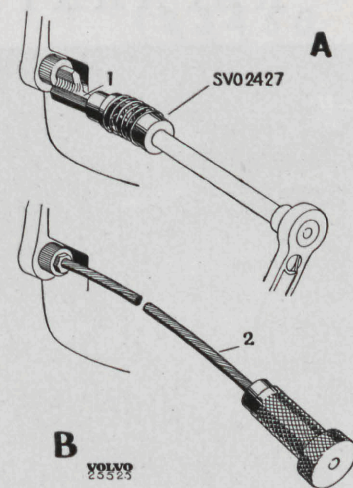

Bild 19. Demontering av växellådsskruvar.
5. Lossa skruvarna, som håller växellådan vid kopplingskåpan, med hjälp av nyckel SVO 2426 (B 16) resp. 2431 (B 18) och kuller SVO 2427, se A, bild 19. Verktyg SVO 2428 (B 16) resp. 2432 (B 18) användes därefter för urskruvning, se B, bild 19. Drag ut växellådan bakåt.